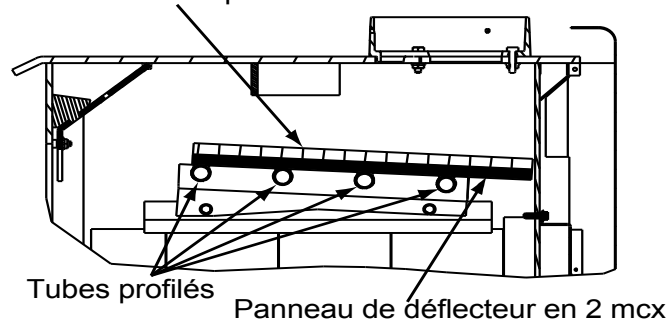

Figure 11.1
1. Confirmez que la position du déflecteur est correcte. Il doit affleurer le tube avant et reposer sur tous les tubes. **Figure 11.1 et 11.2 à la page 11.**